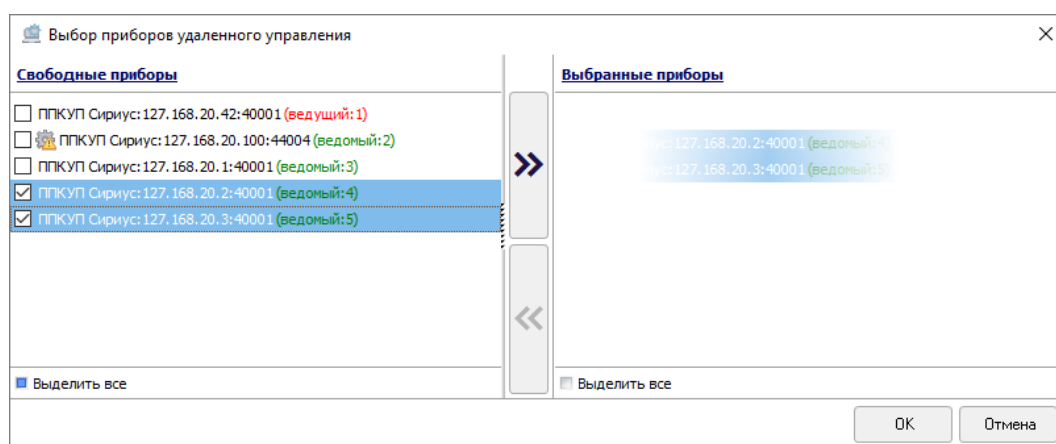

Рисунок 6-270 Выбор ППКУП "Сириус" для добавления межпанельной связи перетаскиванием
- выделите один или несколько ППКУП «Сириус» в области «Свободные приборы» (для выделения сразу нескольких ППКУП «Сириус» нажмите на клавиатуре и удерживайте клавишу <Shift> для выбора диапазона или клавишу <Ctrl> для комбинированного выбора) и перетащите выделенные ППКУП «Сириус» в область «Выбранные приборы» (см. Рисунок 6-270);